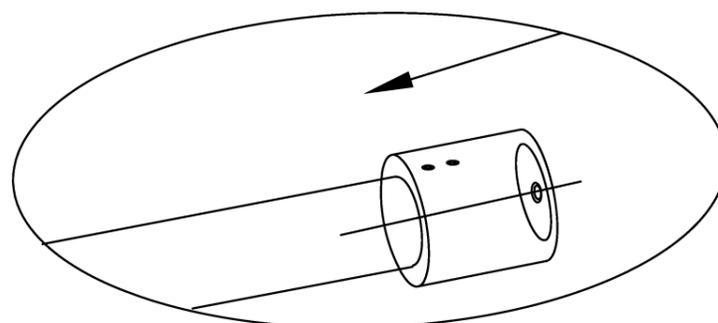

Fig. 6
6. Faites glisser l'ensemble d'extrémité de rail (5) (6) sur l'extrémité du rail supérieur (2) à raccorder au mur de douche. Serrez sans serrer l'assemblage de l'extrémité du rail (5) en place sur le rail supérieur (2) en vous assurant que l'assemblage de l'extrémité du rail est complètement engagé sur le rail supérieur. Répétez l'opération pour l'autre côté, voir la figure 6 pour plus de détails.